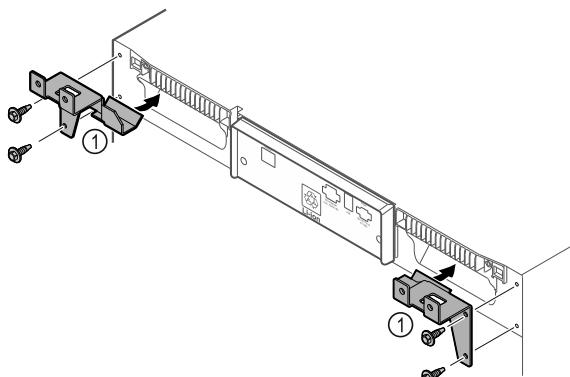

Fig. 8
- Монтирайте крепежните части Fig. 8 (1) на уреда с приложените части.